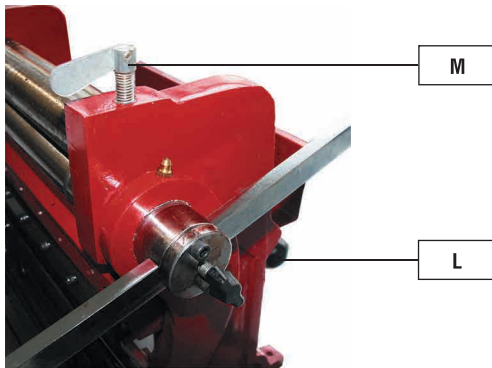

Рисунок 13 - Вальцевание, регулировка валиков
2. Отведите полностью направляющий валик при помощи регулировочных винтов направляющего валика (L, рис. 13), вращая их против часовой стрелки.
3. Ослабьте болт (M, рис. 13), чтобы увеличить пространство между верхним и нижним валиками прессы.
4. Вставьте заготовку между верхним и нижним валиками, и затяните болт (M, рис. 13), опускайте верхний валик, пока плотно не прижмёте заготовку. Верхний валик должен оказывать достаточное давление на заготовку для правильной подачи.
5. Поверните оба винта направляющего валика (L, рис. 13), чтобы отрегулировать расстояние между направляющим валиком и двумя основными валиками. Поднимите оба конца на равную высоту.